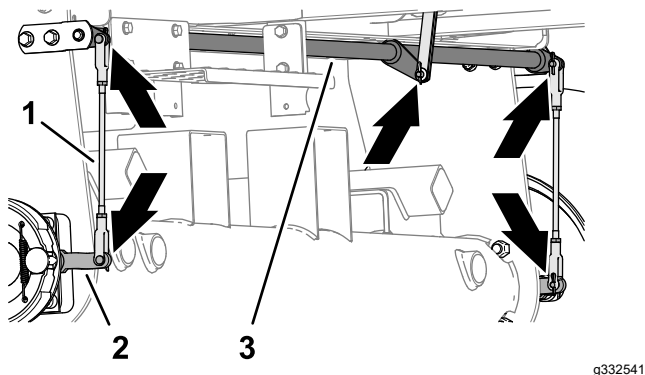

Рисунок 72
1. Проверьте механизм на наличие повреждений и износа левого и правого стержней тормоза в сборе (Рисунок 72).
2. Проверьте поворотный вал тормоза (Рисунок 72) на наличие повреждений и износа.